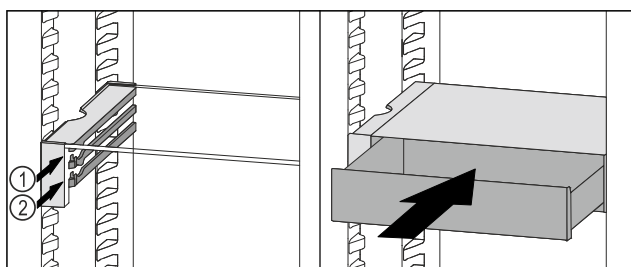

Fig. 53
- Placera VarioSafe-lådan bakom stoppklackarna på önskad list Fig. 53 (1) eller Fig. 53 (2).